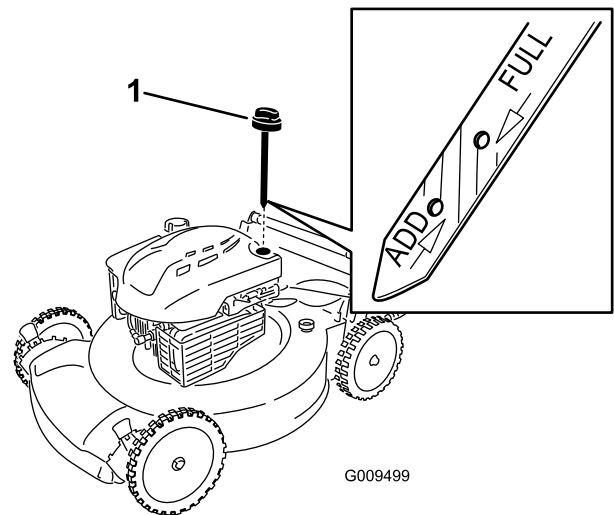

Figure 10
2. Retirez la jauge, essuyez-la sur un chiffon et remettez-la dans le goulot de remplissage (Figure 10).
3. Ressortez la jauge et vérifiez le niveau d'huile (Figure 10). Si le niveau n'atteint pas le repère **minimum** (Add) de la jauge, versez lentement suffisamment d'huile dans le goulot de remplissage pour faire monter le niveau au repère **maximum** (Full). **Ne remplissez pas excessivement.**